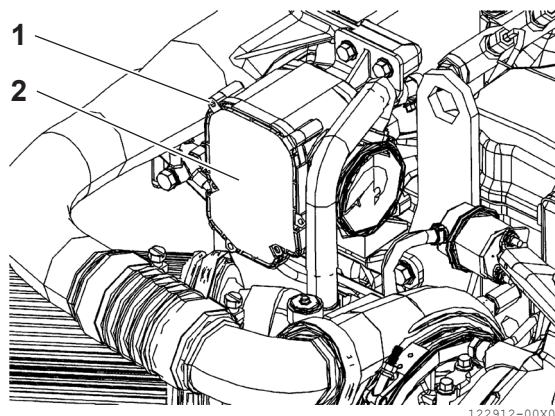

Figure 6
1. Desserrez les vis (**Figure 6, (1)**) et retirez le couvercle du boîtier du filtre (**Figure 6, (2)**).